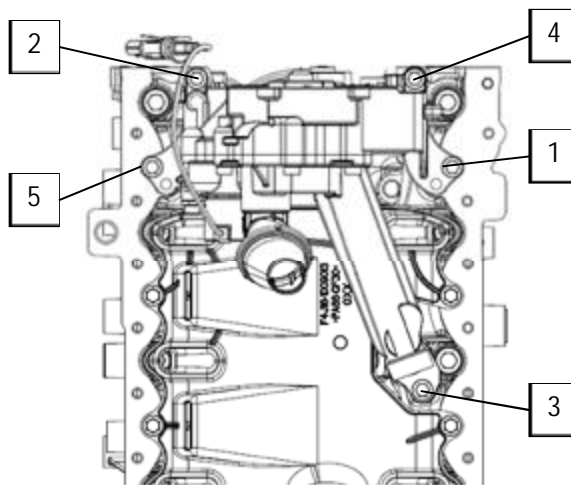

图 G-6 机油泵螺栓拧紧顺序
- 2) 旋转机油泵⑭泵轴检查机油泵转动是否灵活平顺，将机油泵⑭按图 G-6 所示位置对齐，机油泵定位套与框架上定位孔对齐并插入，使机油泵安装面与框架安装面贴合，将机油泵电磁阀线束放在外侧。
- 3) 从六角法兰面螺栓⑫头部开始均匀涂一圈锁固剂，并保证（3~5）个牙的涂胶量，按图 G-6 所示顺序装配拧紧螺栓。